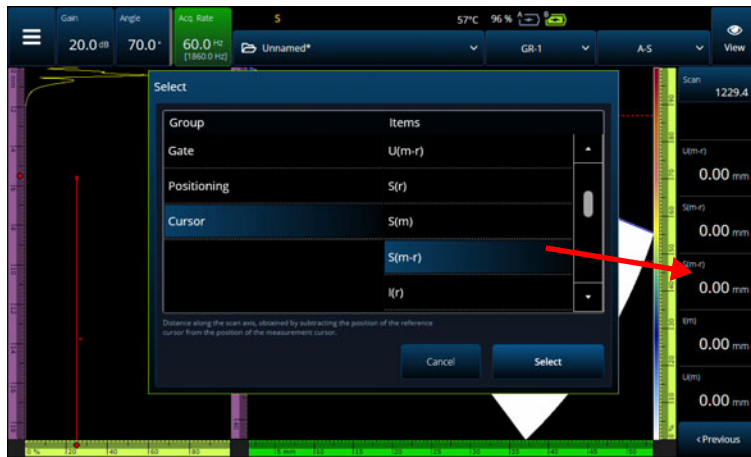

図 2-64 測定値の選択例
- b) **Select Reading (測定値の選択)** の場合、1 つの特定の測定値を、使用可能な測定値に置き換えることができます (125 ページの図 2-64)。